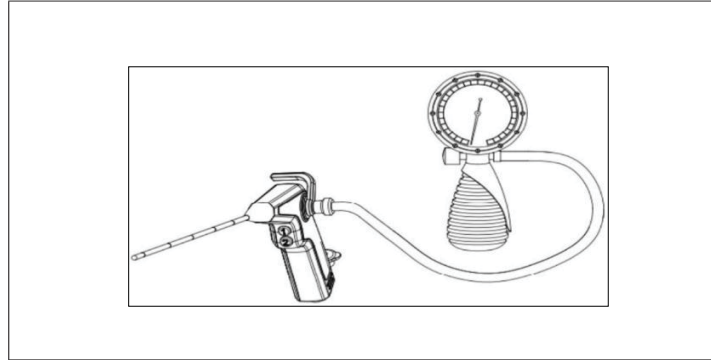

Fig. 7.7
3. Fixez le connecteur de pression d'essai d'étanchéité à la soupape de pression de l'endoscope et assurez-vous qu'il est en place (comme le montre la figure 7.7).